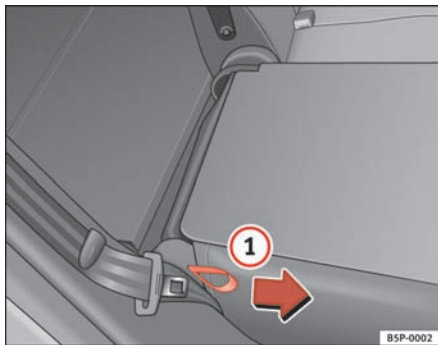

Fig. 98 Sådan klappes bagsæderyglænene frem eller tilbage
- Træk stroppen på siden af sædet ⇒ fig. 98 ① i pilens retning, og klap ryglænet tilbage, indtil det går i hak.